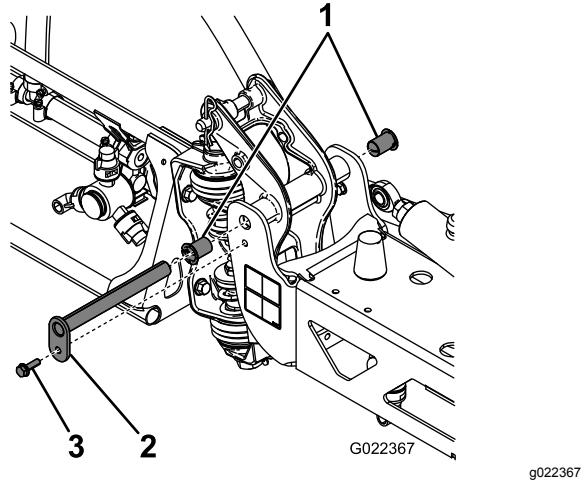

Figura 85
3. Quando il peso della barra è supportato, togliete il bullone e il dado che fissano il perno di articolazione nel gruppo barra (Figura 85).
6. Togliete le boccole di nylon dal lato frontale e posteriore della staffa orientabile e controllatele (Figura 85).
8. Montate la barra e la staffa orientabile nel telaio centrale, allineando i fori (Figura 85).